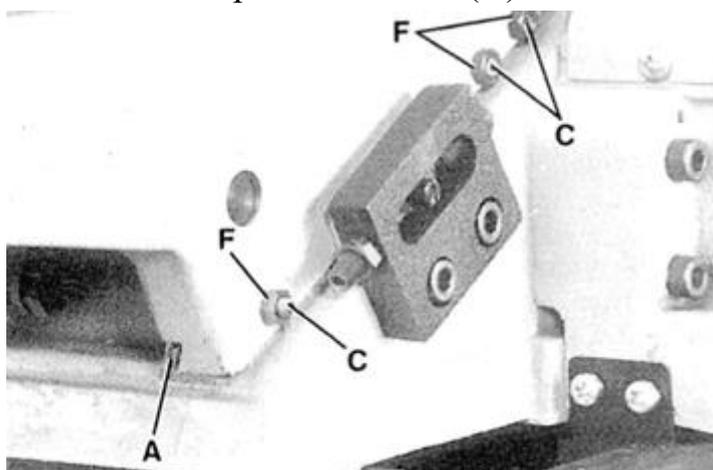
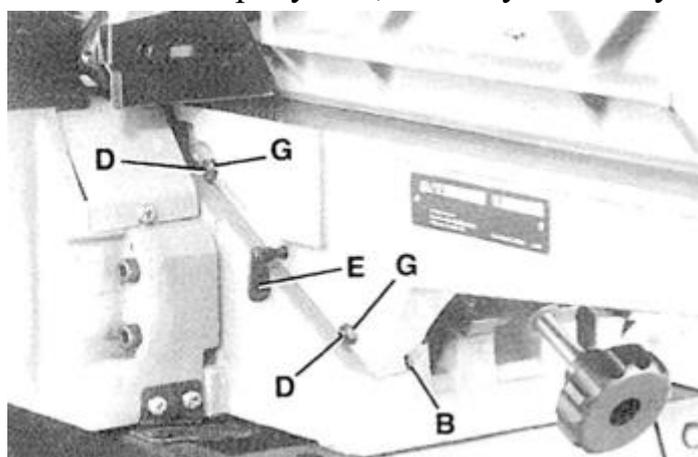

Рис. 34 Клин для загрузочного стола
Рис. 35 Клин для приемного стола
Клинья используются для компенсации зазора между направляющих типа «ласточкин хвост» на основании и загрузочным и приемным столом. Клин для загрузочного стола представлен на (А) – Рис. 34.
Клин для приемного стола показан на (В) – Рис. 35. Правильная настройка клина необходима для нормального функционирования фуговального станка. Клинья были отрегулированы на заводе и не требуют дальнейшей настройки. Если она все же потребуется, действуйте следующим образом.
Для настройки клиньев загрузочного и приемного стола, открутите три стопорные гайки (F) – Рис. 34 для загрузочного стола или две стопорные гайки (G) – Рис. 35 для приемного стола. При работе с загрузочным столом убедитесь, что стопорная рукоятка стола откручена. При работе с приемным столом убедитесь, что стопорный винт (E) – Рис. 35 откручен.
Затяните или открутите три регулировочных винта клина (C) – Рис. 34 для загрузочного стола или два регулировочных винта клина (D) – Рис. 35 для приемного стола. Начинайте с нижнего винта и перемещайтесь к верхнему. Немного поднимите внешнюю кромку регулируемого стола. Это устранил любую вероятность смещения стола. После завершения настройки клиньев затяните стопорные гайки (F) – Рис. 34, (G) – Рис. 35, стопорный винт стола (E) – Рис. 35 и стопорную рукоятку загрузочного стола.